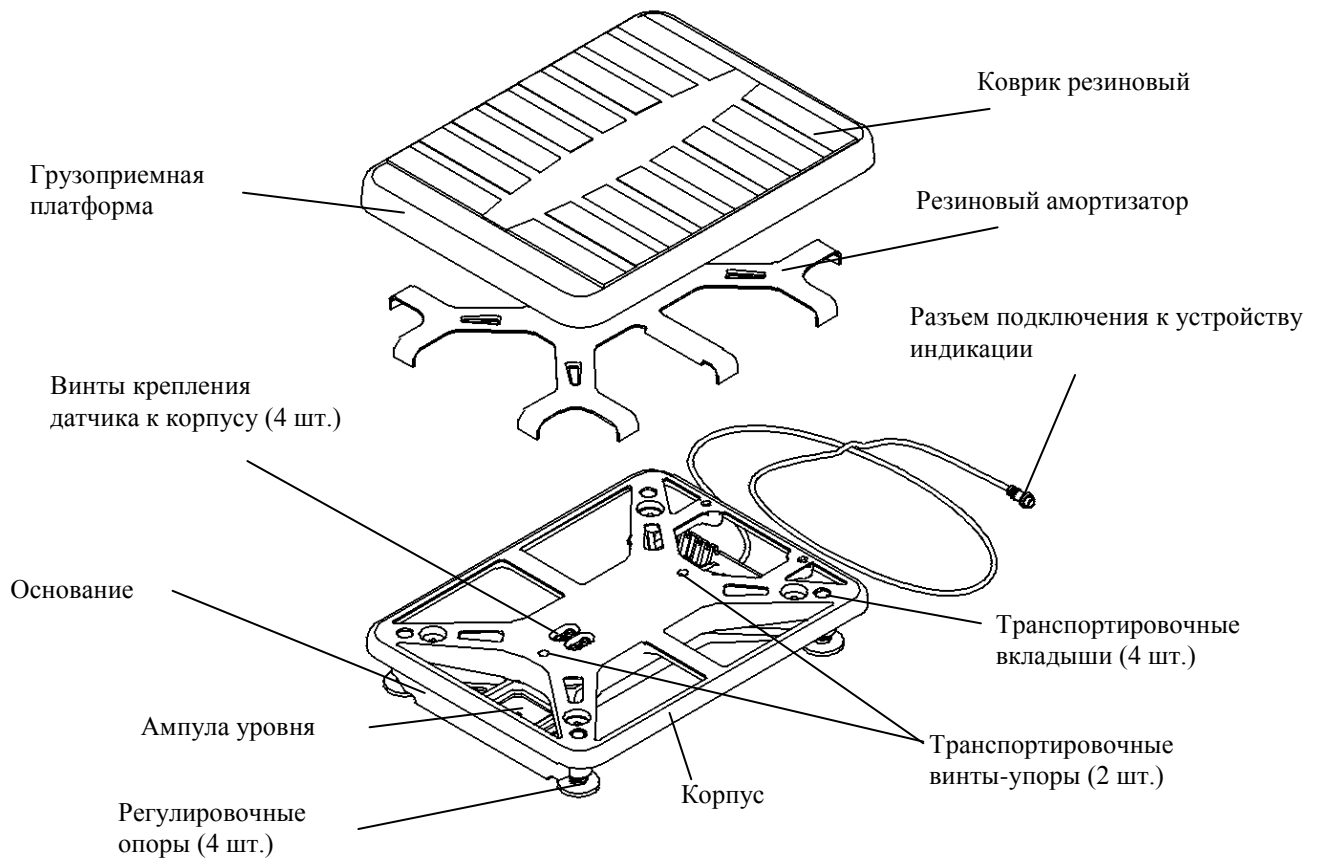

Рисунок 6.2 – Весовая платформа
7.1.3 В весовой платформе (рис. 6.2) вывернуть два транспортировочных винта-упора, вращая их только против часовой стрелки.